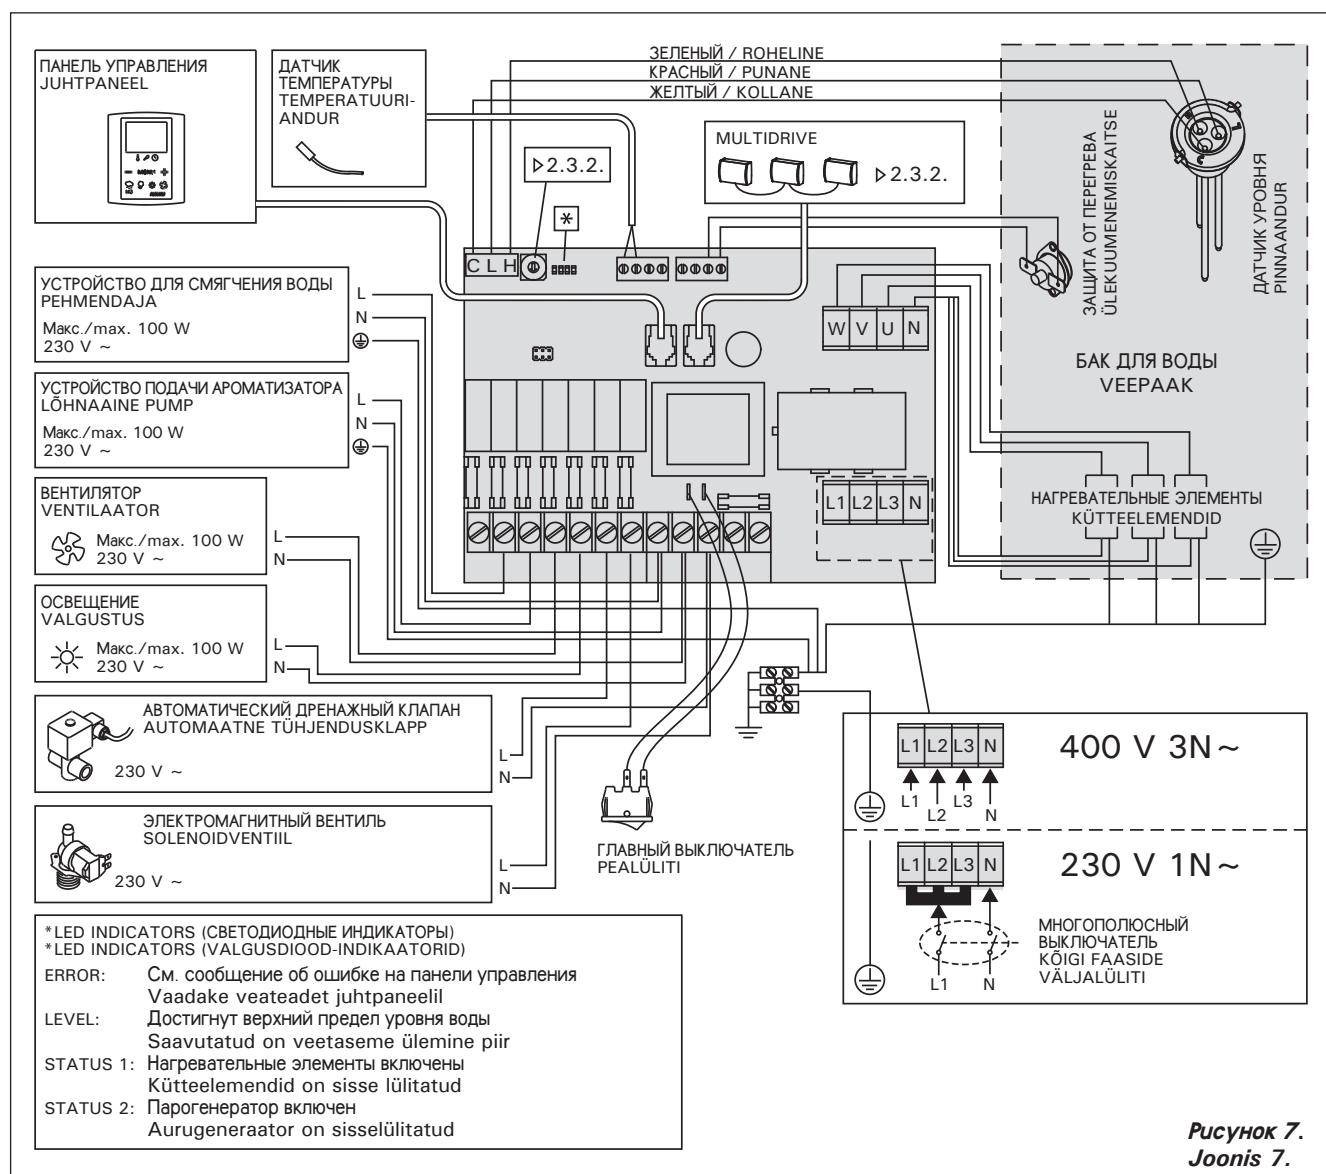

Рисунок 7.
Схему подключения электропроводки см. на рис. 7.
- Соедините парогенераторы вместе при помощи кабелей Multidrive. Также см. рис. 7.